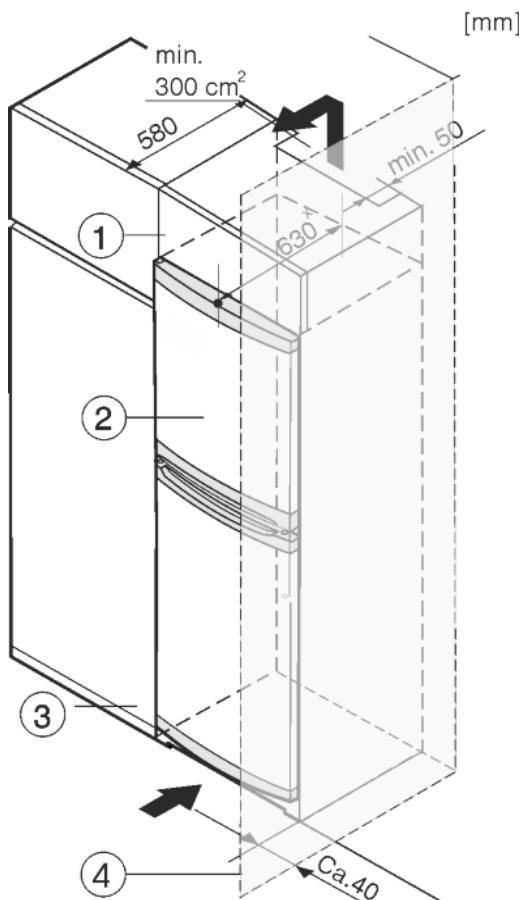

Fig. 8
Уредът може да е обграден с кухненски шкафове. За да изравните височината на уреда Fig. 8 (2) с височината на вградената кухня, над уреда може да се постави шкаф-пристройка Fig. 8 (1).
При вграждане с кухненски шкафове (дълбочина макс. 580 mm), уредът може да се постави директно до кухненския шкаф Fig. 8 (3). Отстрани уредът е издаден на 34 mm ×, а в средата на уреда - на 50 mm × спрямо предната страна на кухненския шкаф.
Когато уредът се постави с шарнири близо до стена Fig. 8 (4), разстоянието между уреда и стената трябва да бъде поне 40 mm. Това е разстоянието, на което дръжките излизат напред при отворена врата.